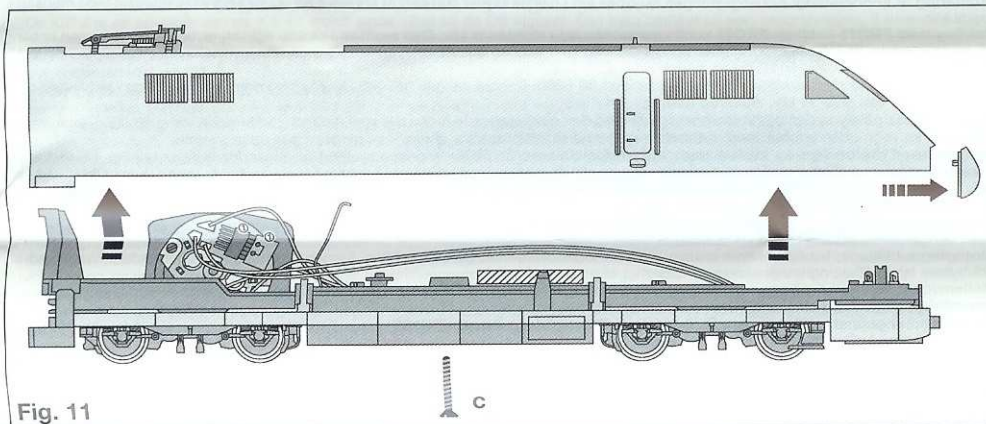

Fig. 11
**Ein Öffnen des Triebwagens** ist nur zum Einbau eines digitalen Empfängerbausteins erforderlich. Die Schraube **c** lösen und das Gehäuse nach oben abheben (Fig. 11).
**Einbau eines digitalen Empfängerbausteins:** Am schraffierten Platz kann ein **TWIN-DECODER 6847** mit 6-poligem Stecker (**NEM 651**) geklebt werden. Beim Einbau bitte die Betriebsanleitung des TWIN-DECODERS beachten (Fig. 11).
**Opening the power car:** Opening the power car is only necessary to install a digital receiver. Remove screw c and lift the loco body upwards (Fig. 11).
**Installing the digital decoder:** A 6-pole **TWIN-DECODER 6847 (NEM 651)** can be glued onto the cross-hatched surface (Fig. 11). Please consult the instructions included with the TWIN-DECODER for fitting advice.
**Ouverture de la motrice:** vous n'avez besoin d'ouvrir la motrice que pour changer un module récepteur digital. Enlever les vis c et retirer la carrosserie en la soulevant (Fig. 11).
**Installing the digital decoder:** A 6-pole **TWIN-DECODER 6847 (NEM 651)** can be glued onto the cross-hatched surface (Fig. 11).